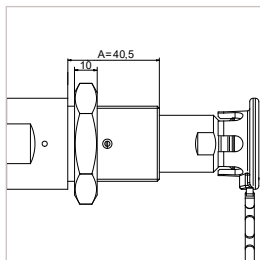

Abbildung 1
Hinweis: Der WEH® Tanknippel ist für die Aufnahme einer aufgesetzten Datenschnittstelle im Bereich "A" (siehe *Abbildung 1*) ausgelegt.
- ▶ Achten Sie bei der Montage des WEH® Tanknippels darauf, dass der zulässige Bauraum A (*Abbildung 1*) von 40,5 mm nicht überschritten wird.